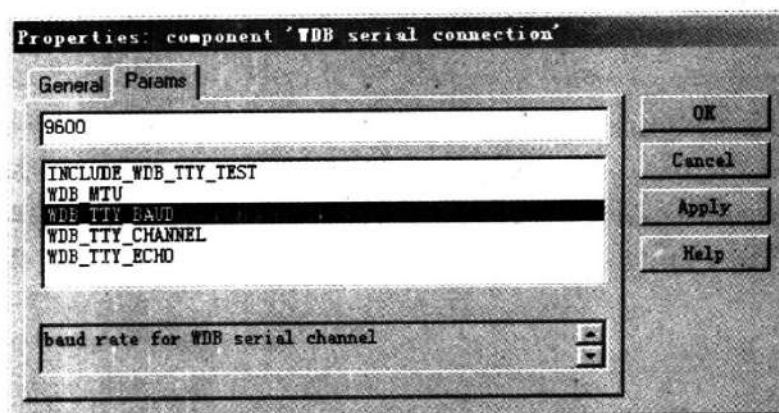

图 4-13 组件参数的修改
- 默认值(DEFAULT)：出现在工程管理器组件特性窗口的参数表中。当然该默认值可被人为地修改，如图 4-13 所示。